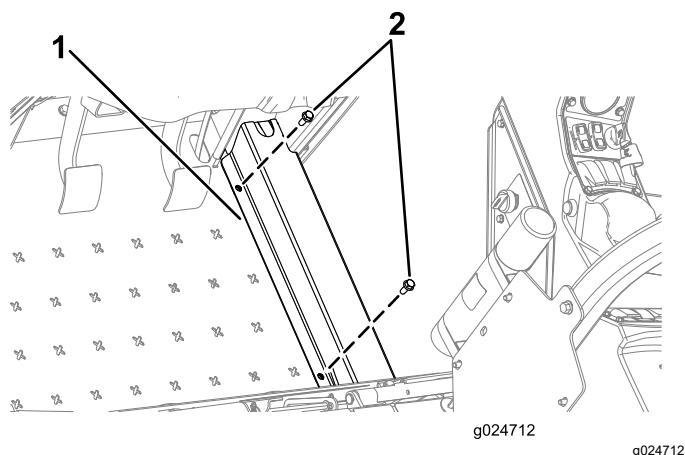
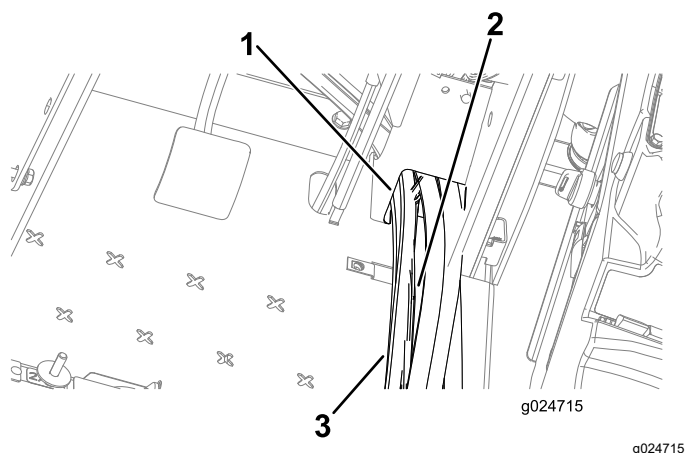

Figura 7
Figura 8
1. Retire los 2 pernos que sujetan la cubierta de las mangueras a la máquina, y retire la cubierta (Figura 7 y Figura 8).